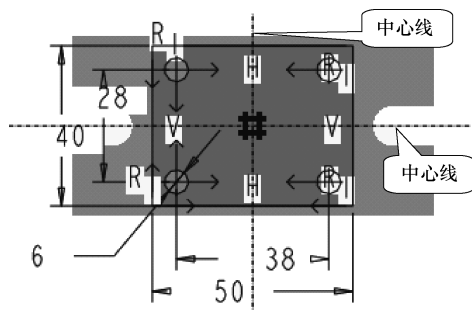
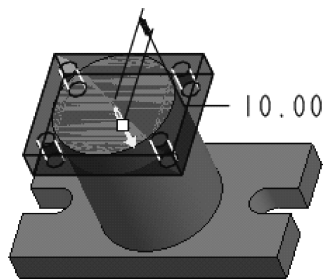

图 4-72 草绘截面
图 4-73 调整上底板拉伸方向
(1) 单击【拉伸】按钮，接着在操控板中单击【放置】按钮，弹出【放置】下滑面板。
(2) 单击其中的**定义...**按钮，在弹出的【草绘】对话框中定义草绘视图的放置属性。选取刚才创建的中间圆柱的上顶圆平面作为草绘平面，草绘视图方向使用默认，单击**草绘**按钮，进入草绘界面。
(3) 草绘截面，标注并修改尺寸，使用各种约束如图 4-72 所示。
(4) 单击【草绘器工具】工具栏中的【完成】按钮，接受草绘图形，回到设计窗口。
(5) 双击图形区拉伸深度数字，在出现的组合框中输入“10”，在图形区拖动鼠标中键调整观看模型的角度，预览模型，此时拉伸方向为向上，单击黄色箭头，使其拉伸方向变为向下，如图 4-73 所示。